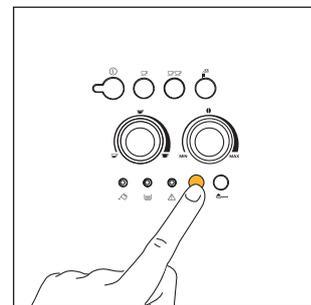

Fig. 14
**1)** Si ni bien encendida la máquina se desea hacer una taza de café corto (inferior a 60cc), use el agua caliente del enjuague para precalentar las tazas (véase el consejo en el § 4.3 punto 5). Por el contrario, si del último café hecho han transcurrido más de 2/3 minutos, antes de hacer un café nuevo, **es necesario precalentar el infusor, presionando el botón**  (fig. 14). Luego deje que el agua caiga en la bandeja recogegotas, o bien utilice este agua para llenar (y luego vaciar) la taza de café para precalentarla.